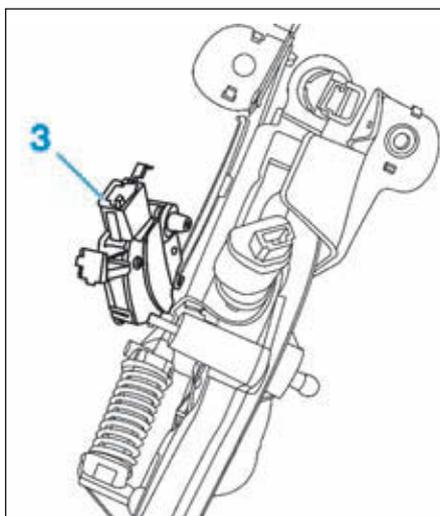

FIG.14
- Basculer le capteur (3) vers la gauche en prenant soin de ne pas détériorer la patte de fixation inférieure (Fig.14).
- Insérer en (3) le capteur de position de la pédale d'embrayage, en positionnant le bras du capteur entre son axe de fixation sur la pédale et le ressort de compensation de la pédale d'embrayage (Fig.14).